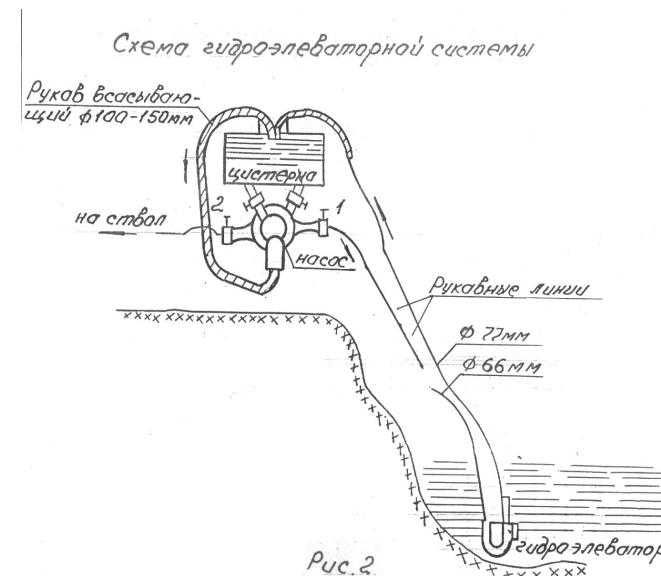

Рис. 2.
ние, в результате которого в камеру поступает определенное количество воды через сетку 5 - эжектируемый расход. Подаваемая от насоса и эжектируемая вода смешивается и из гидроэлеватора поступает в цистерну (рис.2).
5.6. Произведите после сборки гидроэлеваторной системы (см. рис. 2) пуск ее в работу, для чего запустите насос аналогично его запуску при заборе воды из открытых водоемов.